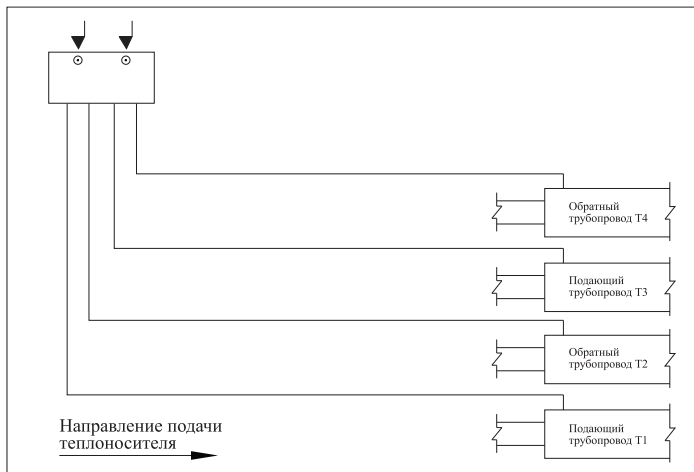

Рис. 2 Закольцовка одной четырехтрубной системы ОДК
- 2.1. Закольцовка одной четырехтрубной системы ОДК - **Рис. 2, 7.**